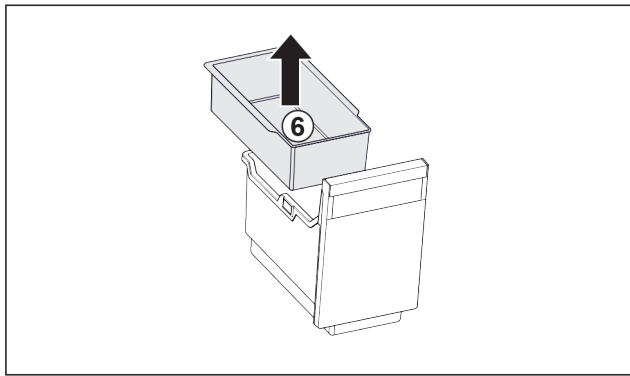

Fig. 90
- Rimuovere la vaschetta da agganciare Fig. 90 (6).